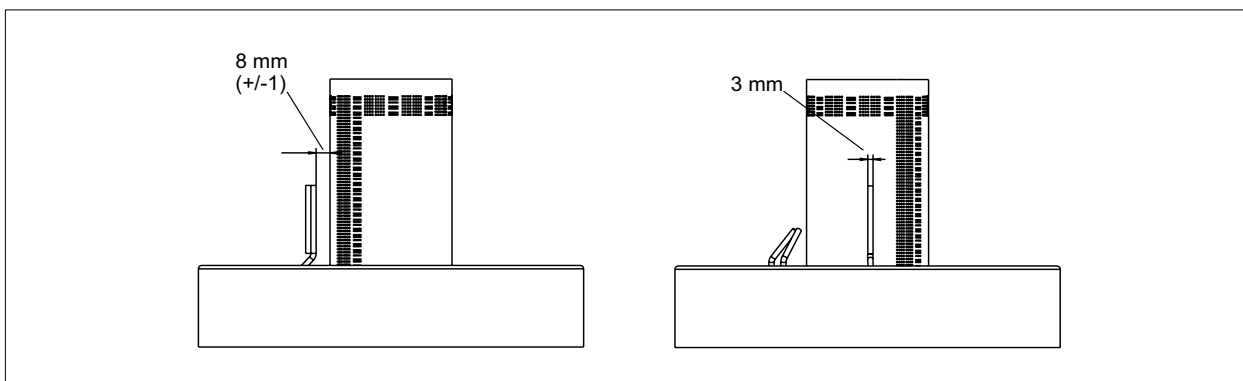

Рис. 6.4 Расстояния от ионизационного электрода
- Проверить расстояния согласно Рис. 6.4.